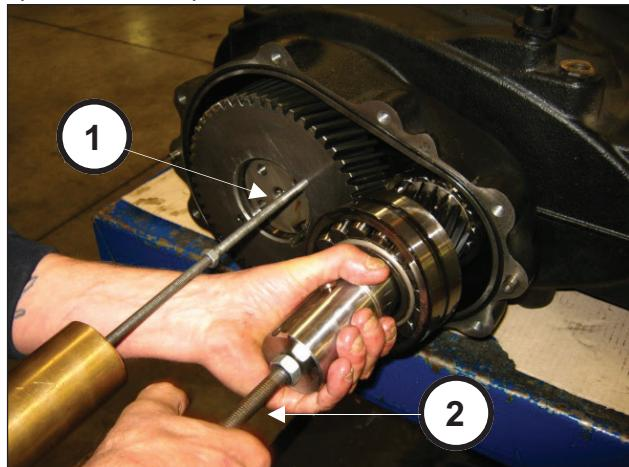

Рис. 12
Чтобы снять узел приводной и коронной шестерни, необходимо применить ударные массы к 2 отверстиям M8 коронной шестерни (поз. ①, Рис. 12) и к отверстию M12 приводной шестерни (поз. ②, Рис.12).